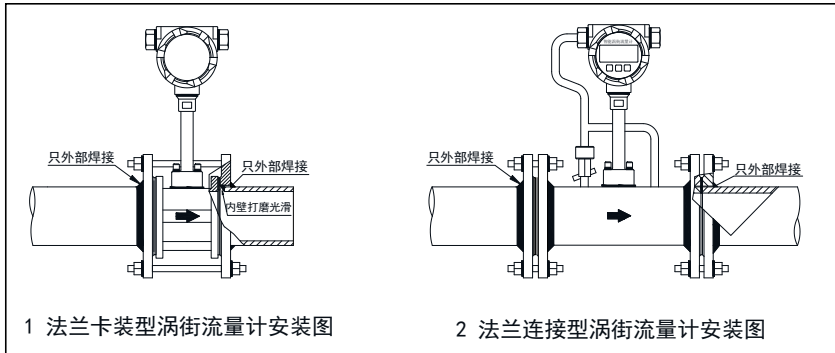

图 3 涡街流量计安装及焊接示意图
1. 涡街流量计的仪表安装点的上下游配管的内径应与仪表内径一致，传感器应与管道同心，传感器与法兰间的密封垫不能凸入管道内。具体安装形式如图 3；